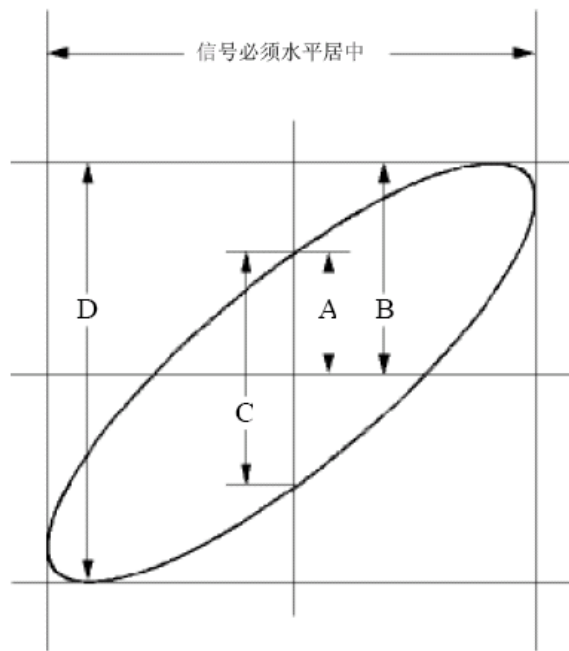

图 6-6：李沙育（Lissajous）图形
- (1) 将探头菜单衰减系数设定为 10X，并将探头上的开关设定为 10X（参见P10的“如何进行探头衰减系数设定”）。
- (2) 将通道1的探头连接至网络的输入，将通道2的探头连接至网络的输出。
- (3) 按下 **自动设置** 按键，示波器把两个通道的信号打开并显示在屏幕中。
- (4) 调整 **垂直档位** 旋钮使两路信号显示的幅度大约相等。
- (5) 按 **采样** 面板按键，调出右侧菜单。
- (6) 在右侧菜单中选择 **XY模式** 为 **开启**。示波器将以李沙育（Lissajous）图形模式显示网络的输入输出特征。
- (7) 调整 **垂直档位**、**垂直位移** 旋钮使波形达到最佳效果。
- (8) 应用椭圆示波图形法观测并计算出相位差。见图 6-6。